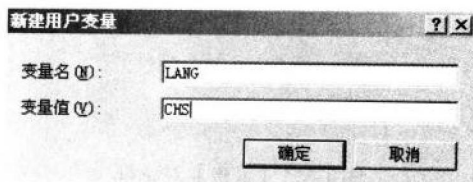

图 1-3 【新建用户变量】对话框
- (4) 单击 新建(N)... 按钮，出现【新建用户变量】对话框，在其中的【变量名】文本框中填入“LANG”，在【变量值】文本框中填入“CHS”，如图 1-3 所示。